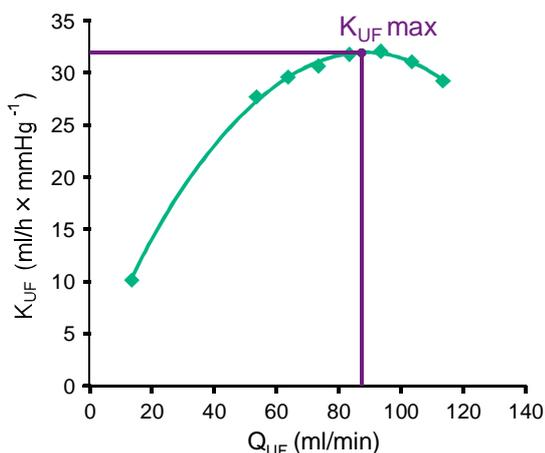

Fig. 11-23 Principe de détermination du  $K_{UFmax}$
Pour le calcul du  $K_{UF}$  (voir également section 13.10 Formules (400)), l'appareil définit le débit convectif  $Q_{UF}$ , mesure la TMP et calcule le coefficient d'ultrafiltration  $K_{UF}$ . La détermination du  $K_{UF}$  pour différentes valeurs de  $Q_{UF}$  donne une fonction parabolique typique (Fig. 11-23) :  $K_{UF}$  augmente en premier, jusqu'au sommet de la parabole (valeur maximale), et diminue ensuite si  $Q_{UF}$  continue d'augmenter. En ajustant les valeurs déterminées en fonction d'une courbe de régression ( $f(x) = Ax^2 + Bx + C$ ), le coefficient d'ultrafiltration maximal ( $K_{UFmax}$ ) et le débit convectif correspondant ( $Q_{UF}$ ) peuvent être dérivés.